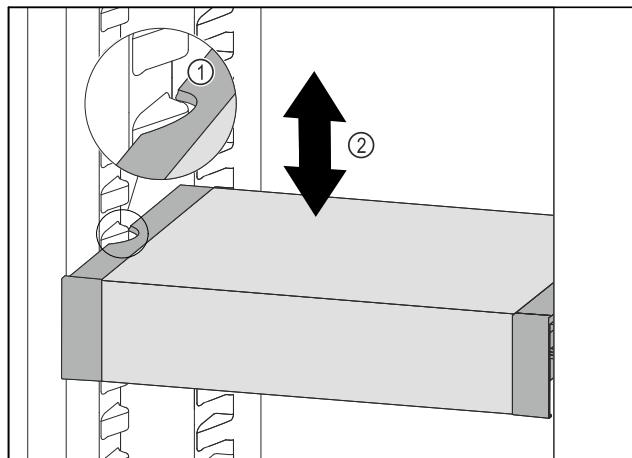

Fig. 35
- Тяните VarioSafe вперед, пока боковые выемки VarioSafe не окажутся на высоте выступа резервуара в холодильном отделении. Fig. 35 (1)
- Двигайте VarioSafe в холодильном отделении вверх или вниз, пока не будет достигнута требуемая высота. Fig. 35 (2)